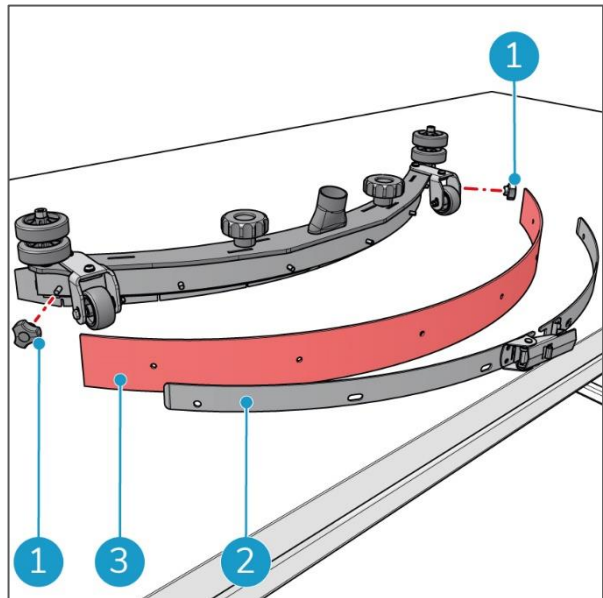

Figura 36
2. Afloja los mandos giratorios pequeños que hay en los dos extremos del escurridor (Figura 36, pos. 1).
3. Retira la placa de sujeción (Figura 36, pos. 2) de la hoja trasera.
4. Retira la hoja trasera del armazón del escurridor (Figura 36, pos. 3).
Colocación de la hoja trasera. Consulta la sección Figura 36.